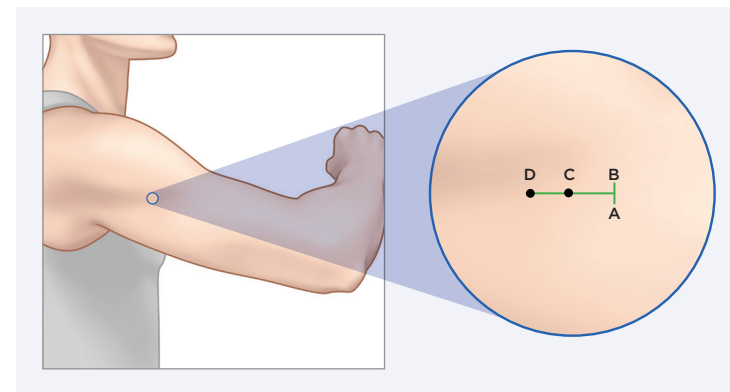

Figure 1
Un anesthésiant local (environ 2 ml de lidocaïne) doit être injecté environ sur environ 5 mm le long de l'incision prévue (AB) et à environ 30 mm perpendiculairement à l'incision prévue (CD), ce qui correspond à la trajectoire prévue pour le dissector à bout émoussé. (Figure 1).
Incisez du point B (Figure 1) au point A sur 5 mm environ.
2. Retirez le dissecteur à bout émoussé du plateau et introduisez-le à un angle de 45° environ sur la ligne médiane entre A et B (figures 1 et 2), de manière à ce que l'extrémité et la portion biseautée du dissecteur soient sous la peau, jusqu'à ce que les butées de contrôle de la profondeur touchent la peau.